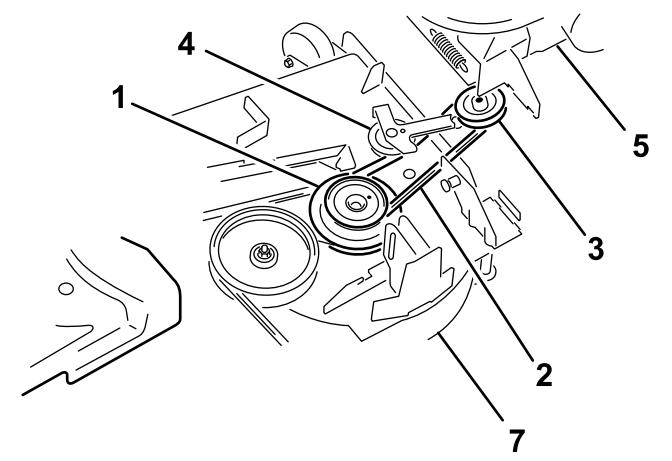

Bild 10
3. Verlegen Sie den Riemen unter der Spannscheibe (**Bild 10**).
4. Entfernen Sie den Riemen von der Antriebsscheibe (**Bild 10**).
1. Fluchten Sie den Gebläseriemen um die Riemscheibe des Gebläses aus (Bild 10).
4. Verlegen Sie den Riemen vorübergehend unter die Spannscheibe (Bild 10).
5. Verlegen Sie den Riemen um die Antriebsscheibe (Bild 10).
7. Ziehen Sie die gefederte Spannscheibe bzw. Riemscheibe von der starren Federstrebe weg und verlegen Sie den Riemen um die Spannscheibe (Bild 10).